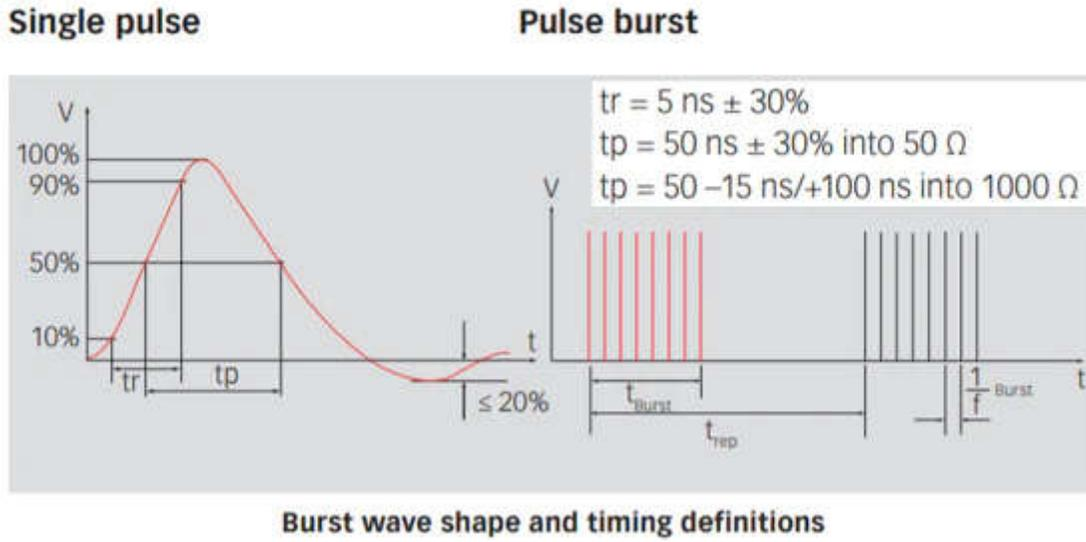
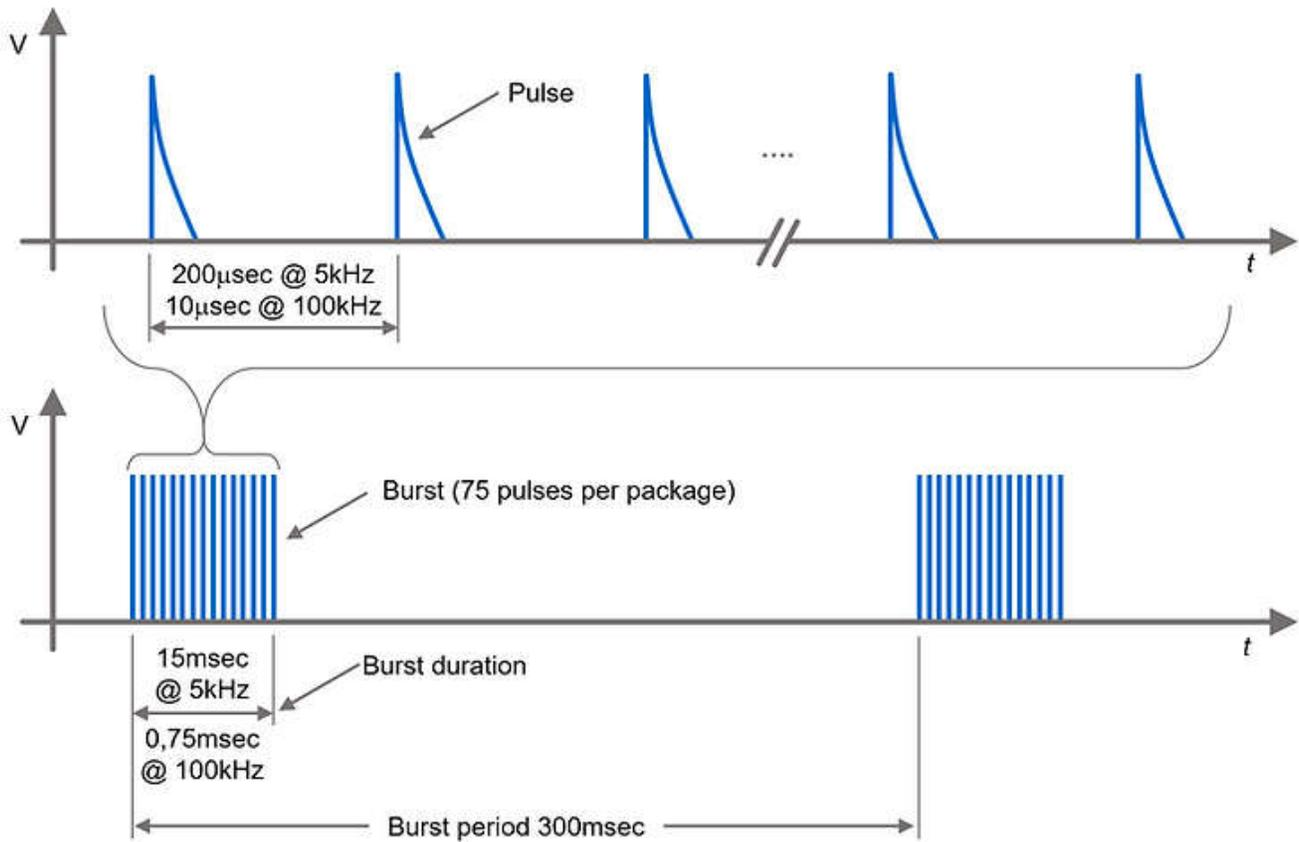

图 1-2. 突发波形和时序定义
图 1-3. 测试重复时间
EFT 突发测试的典型特性包括峰值电压幅度、测试电平、突发波形和时序定义以及测试重复时间，如下图 (表 1-1、图 1-2 和图 1-3) 所示。
- 首先，求出 EFT 突发信号的占空比（图 1-2 和图 1-3）。
- 100kHz EFT 突发的脉冲间隔时间 (TP) = 10us，5kHz EFT 突发测试的脉冲间隔时间 (TP) 为 200us，脉冲持续时间 (tp)= 50ns
- 接下来，求出在突发数据包中发送 EFT 突发信号的占空比，如（图 1-3）“测试重复时间”中所述。